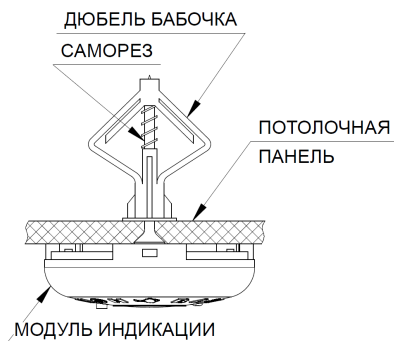

Рисунок 3 — Установка модуля индикации
- подключить модуль индикации к блоку питания (модуль индикации устанавливается при помощи магнита на рейку потолка либо на соседнюю со светильником потолочную панель при помощи специальной оснастки (входит в комплект поставки – см. рис. 3));